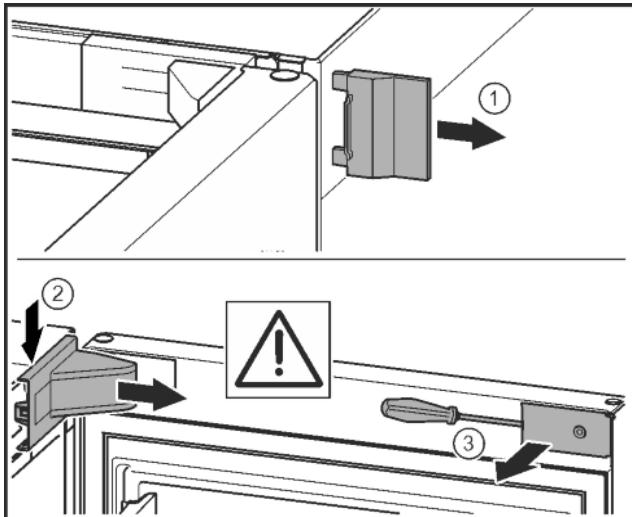

Fig. 9
- Skinite vanjski pokrov. Fig. 9 (1)
- Otkopčajte i otpustite pokrov podloška ležaja. Skinite pokrov podloška ležaja. Fig. 9 (2)
- Odvijačem s preozom otkopčajte masku i zakrenite je u stranu. Fig. 9 (3)